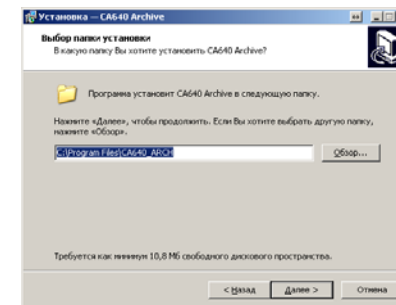

Рисунок 8.13
2) Определить место размещения ПО, для чего в окне (рисунок 8.13) следует либо согласиться с предлагаемой по умолчанию папкой C:\Program Files\Компаратор CA640_PC, либо выбрать другой вариант, щелкнув по кнопке **Обзор**. Для продолжения выполнения установки программы щелкнуть по кнопке **Далее**.